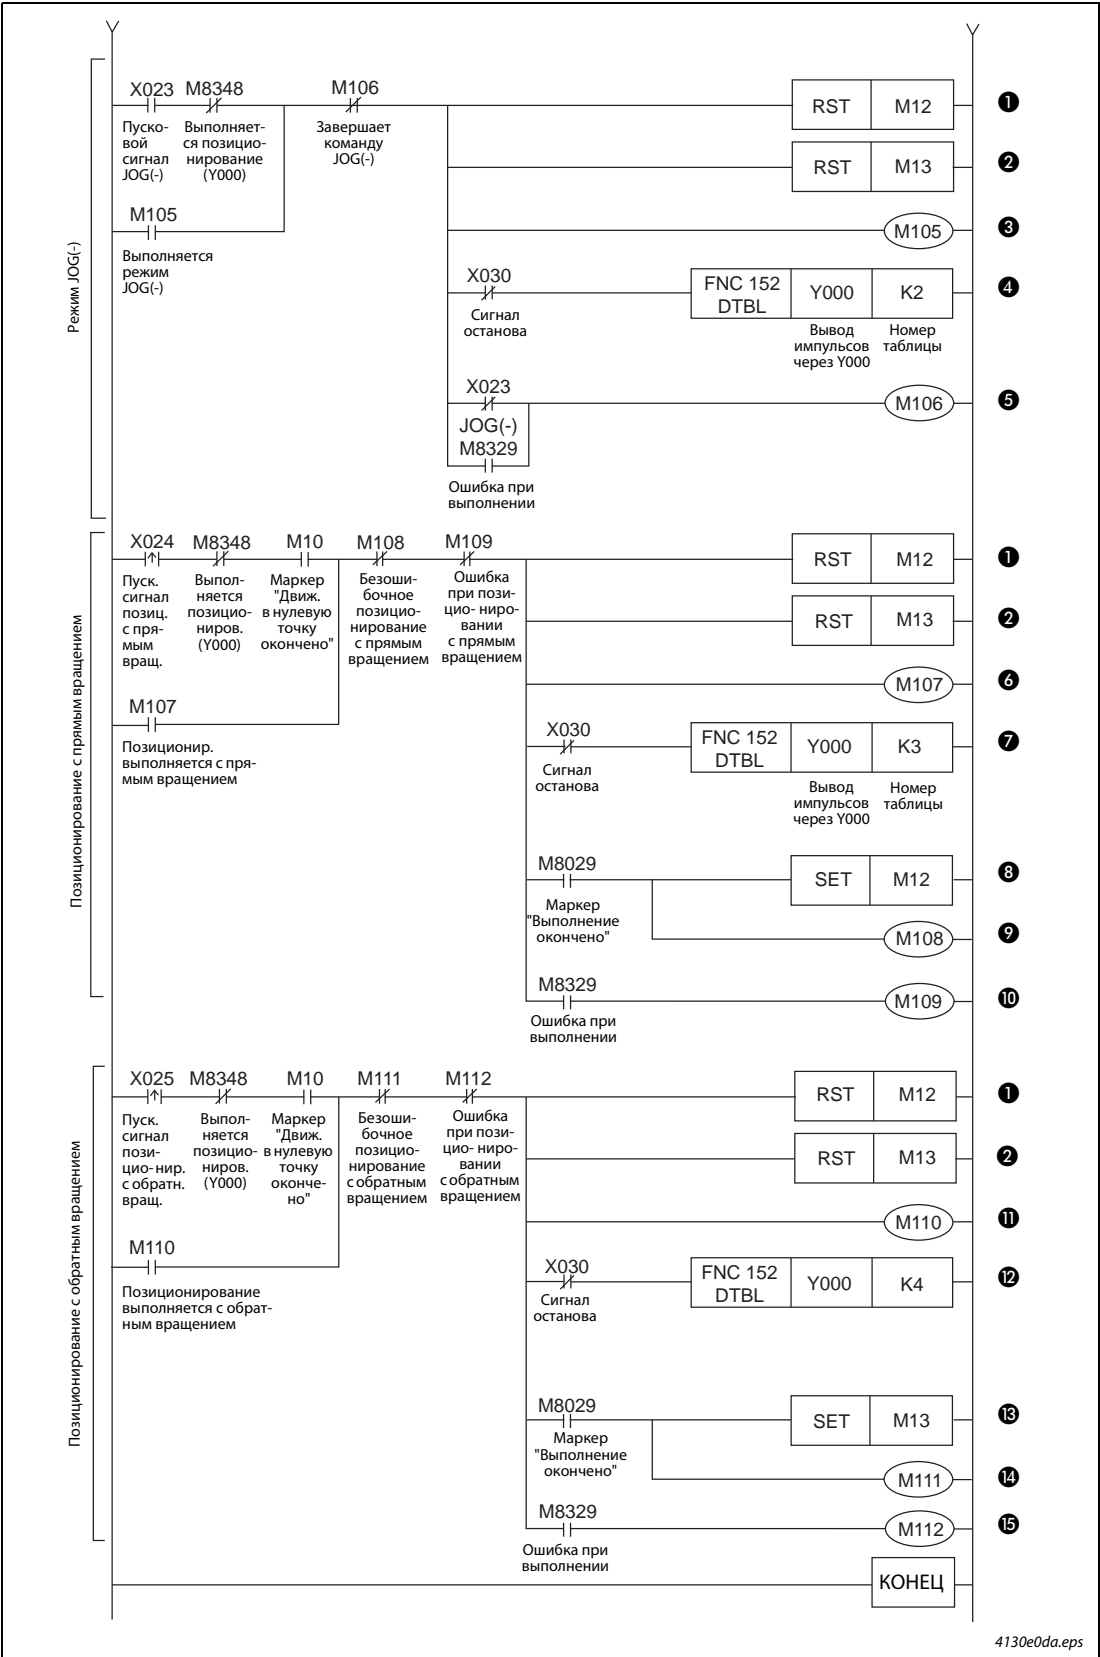

Рис. 4-14: Пример программы в виде релейно-контактной схемы (2)
⑦	Деблокировка движения в нулевую точку путем вывода сигнала стирания CLEAR через выход Y020.
⑧	Движение в нулевую точку выполняется при прямом вращении.
⑨	Выполняется движение в нулевую точку.
⑩	Команда для движения в нулевую точку с использованием выключателя приближения (DSZR) (сигнал стирания CLEAR на выходе Y020)
⑪	Установка маркера "Движение в нулевую точку окончено"
⑫	Установка маркера "Движение в нулевую точку выполнено без ошибок"
⑬	Установка маркера "Ошибка при движении в нулевую точку"
⑭	Выполняется режим JOG(+).
⑮	По команде DTBL выполняется первая строка таблицы позиционирования для вывода импульсов через выход Y000.
⑯	Режим JOG(+) завершается.
Таб. 4-6: Описание релейно-контактной схемы, изображенной на рис. 4-14 (1)
- ① Концевые выключатели прямого и обратного вращения должны быть подсоединены так, чтобы в нормальном состоянии они были включены.